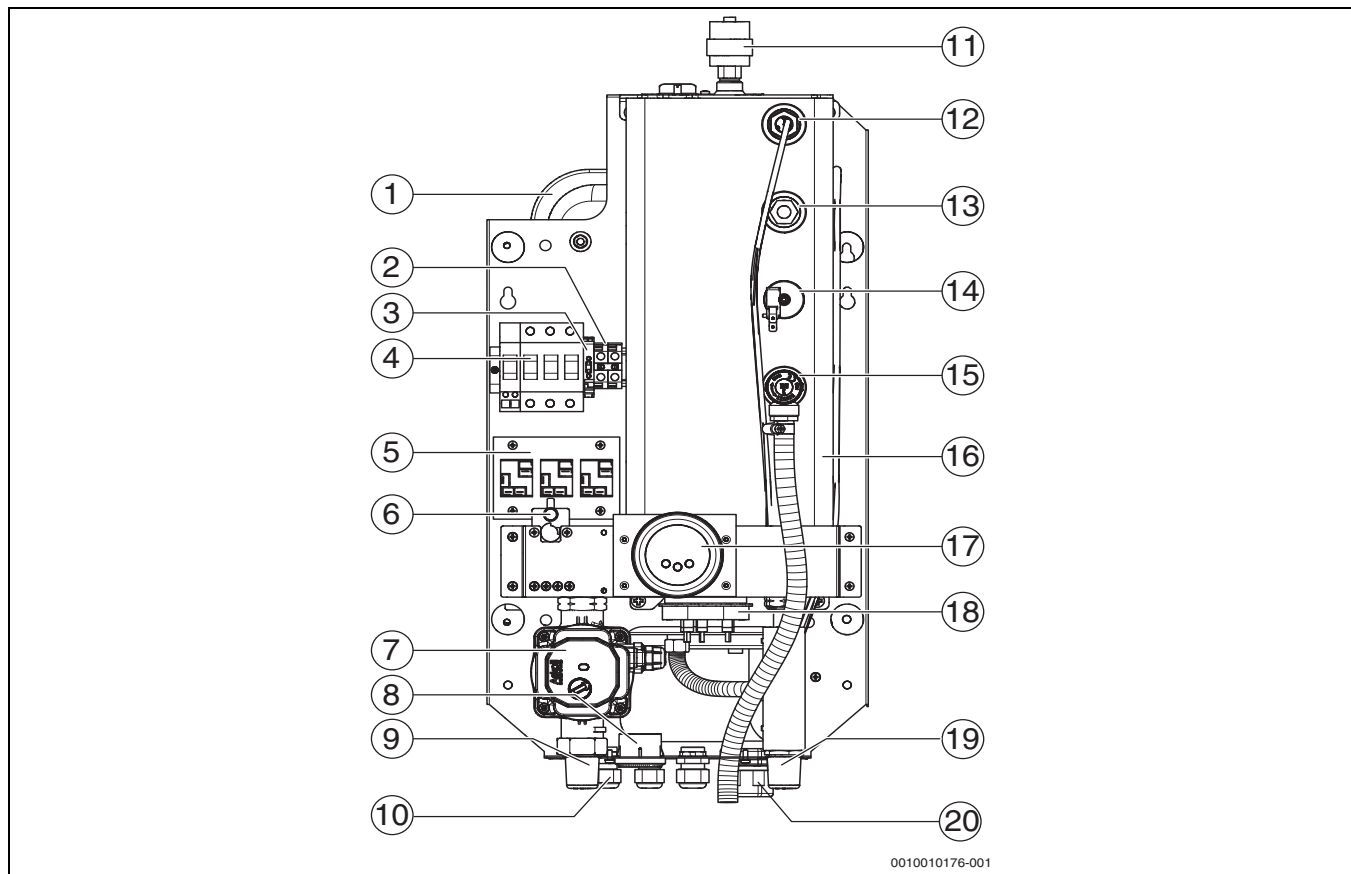

Fig. 1 Elemente funcționale ale cazanului Tronic Heat 3500 4-12 kW
- Nu închideți niciodată supapa de siguranță. (→ Fig. 1, pag. 8, [15])